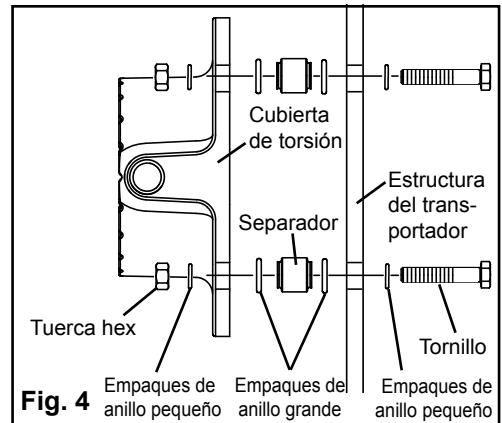

Fig. 4
- a. Con equipo de separación (Fig 4).